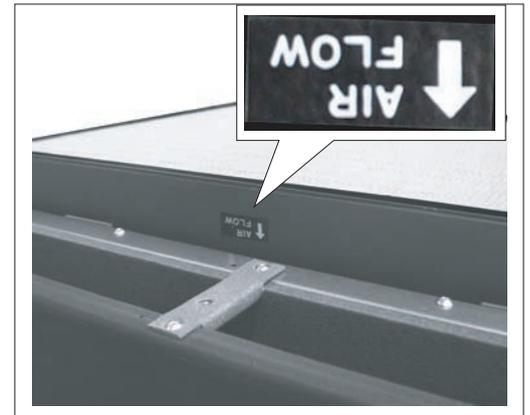

図2
- (2) 「AIR FLOW」の矢印が本体の方向に向くように高性能フィルターを組込んでください。(図2)